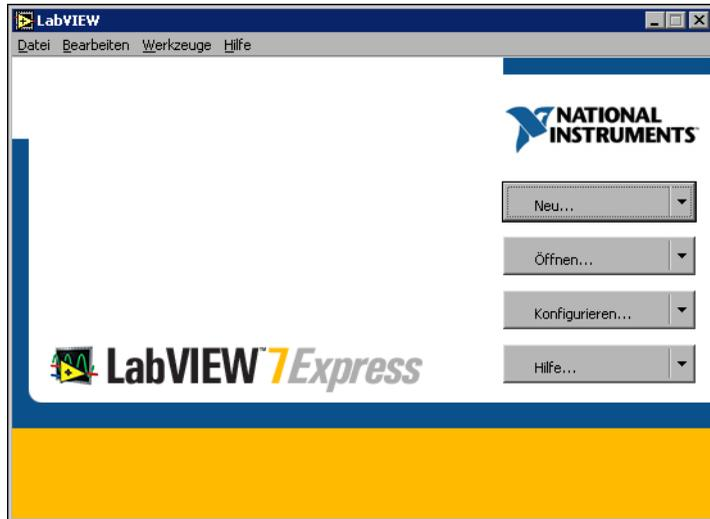

Abbildung 1-2. Dialogfeld LabVIEW
2. Klicken Sie im Dialogfenster **LabVIEW** (siehe Abbildung 1-2) auf die Schaltfläche **Neu**, um das Dialogfenster **Neu** zu öffnen.